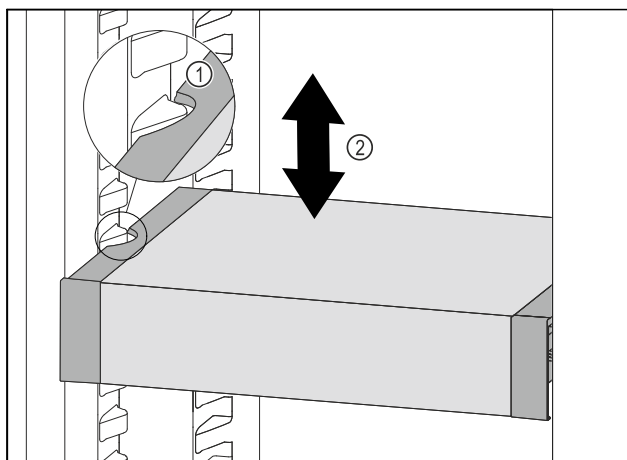

Fig. 91
- Táhněte VarioSafe dopředu, dokud nebudou boční vybrání VarioSafe na úrovni žebrování na nádoby v chladničce. Fig. 91 (1)
- Posouvejte VarioSafe v chladničce nahoru nebo dolů, dokud nedosáhnete požadované výšky. Fig. 91 (2)